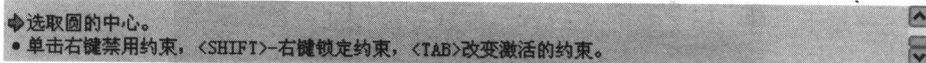

图 1-10 显示文本框
- 信息显示区：位于窗口工作区的底部，对当前窗口中的操作作出简要说明或提示，对于需要输入数据的操作，会在该区出现一文本框，供用户输入数据使用，如图 1-10 所示。